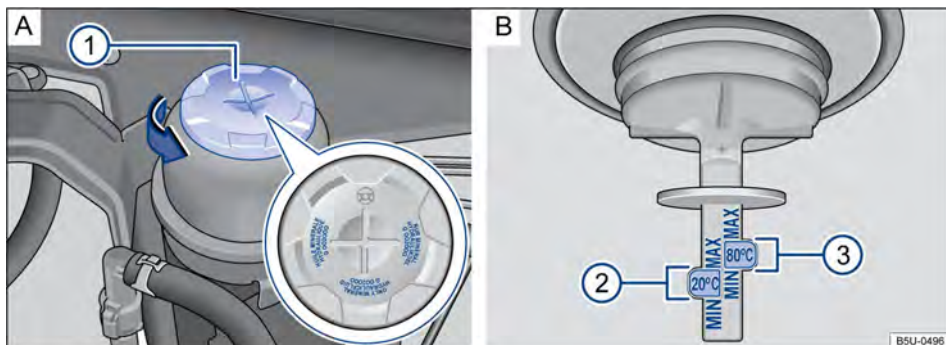

Fig. 85 No compartimento do motor: **A** Reservatório do fluido da direção hidráulica. **B** Marcações para controle do nível do fluido da direção hidráulica.
- Girar a tampa do reservatório → Fig. 85 **A** ① no sentido da seta.
- Retirar novamente a tampa e verificar o nível do fluido pelas marcações "MIN" e "MAX" com a indicação 20 °C da haste de medição **B** ②.
- Retirar novamente a tampa e verificar o nível do fluido pelas marcações "MIN" e "MAX" com a indicação 80 °C da haste de medição **B** ③.